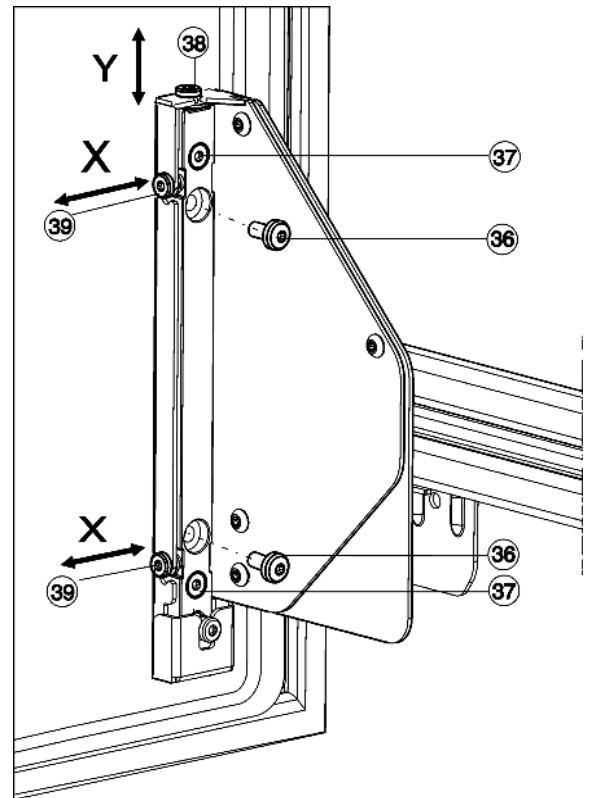

Fig. 26
- ▶ Schrauben Fig. 26 (36) vollständig herausschrauben.
- ▷ Die Schrauben Fig. 26 (36) entsorgen, sie werden nicht mehr benötigt.
- ▶ Schrauben Fig. 26 (37) mit 1 bis 2 Umdrehungen nur lösen.
- ▶ Verstelle Schraube (38) drehen. Im Uhrzeigersinn: die Tür bewegt sich max. 4 mm nach oben. Entgegen dem Uhrzeigersinn: die Tür bewegt sich max. 2 mm nach unten.
- ▶ Alle Schrauben Fig. 26 (37) wieder festziehen.
- ▶ Falls die Schrauben Fig. 26 (36) noch vorhanden sind, diese vollständig herausschrauben.
- ▶ Stellschrauben Fig. 26 (39) je nach gewünschter seitlicher Justagerichtung verstellen.
- ▶ Nach beendeter seitlicher Justage Schrauben Fig. 26 (37) wieder festziehen.